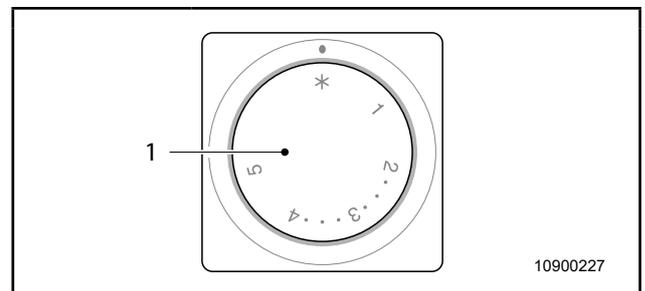

Fig. 45 Elemento di comando riscaldamento Alde
3. A seconda della piantina, un ulteriore elemento di comando si trova nella parte posteriore (Fig. 45, pos 1).